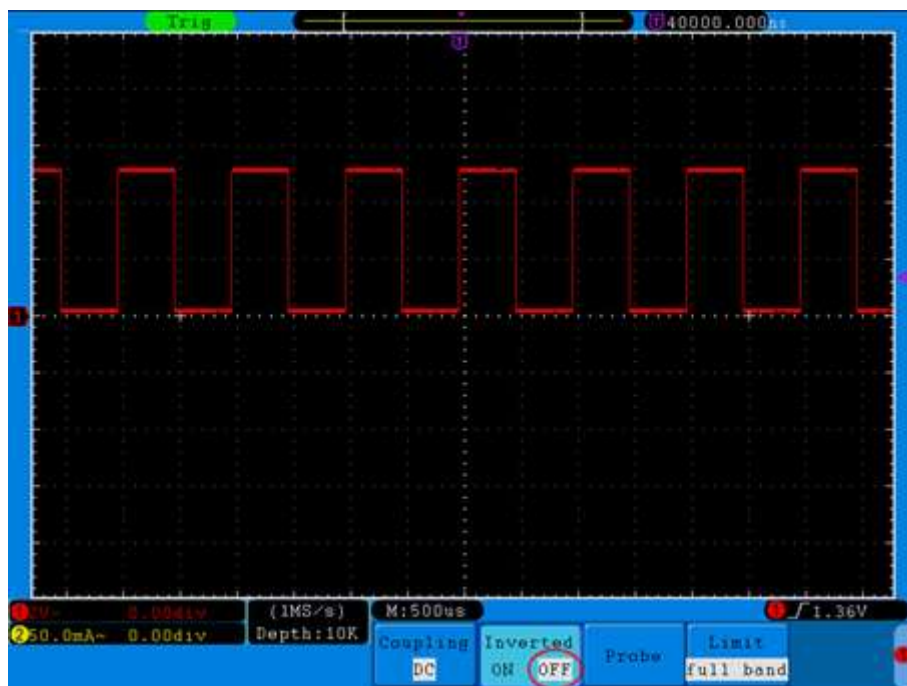

Figura 5-5 Forma de Onda Original
- (3) Pressione o botão **H2** para selecionar **OFF** em relação ao item **Inverted**. A forma de onda volta ao original como mostrado na *Figura 5-5*.